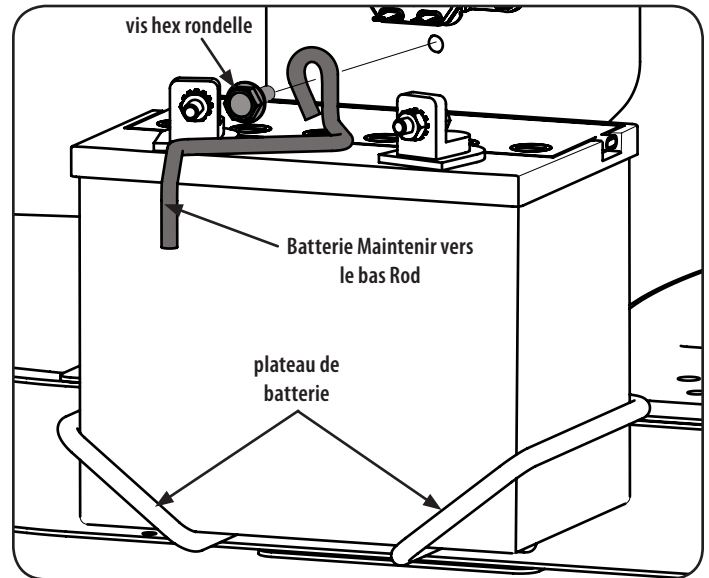

Figura 47
2. Retire la arandela hexagonal de la arandela de sujeción de la varilla de la batería al chasis. Voir Figura 47.
4. Para reinstalar la batería, colóquela en la bandeja de la batería y asegúrela en su lugar con la varilla de retención de la batería y el tornillo de arandela hexagonal. Vea la Figura 47.